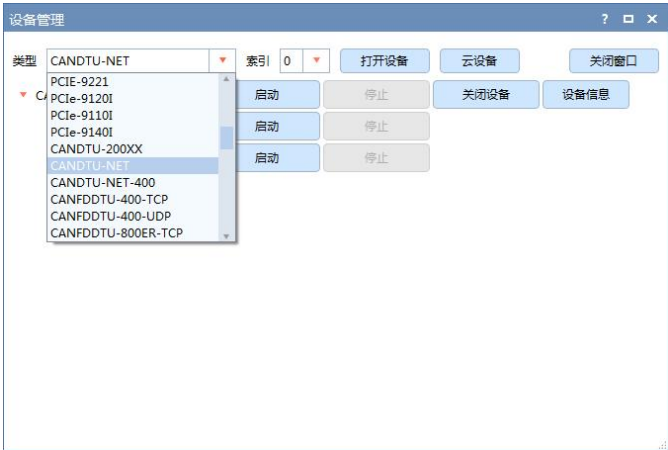

图 4.23 设备选择
1) 打开 ZCANPRO 上位机软件，选择“CANDTU-NET”项，如图 4.23 所示。